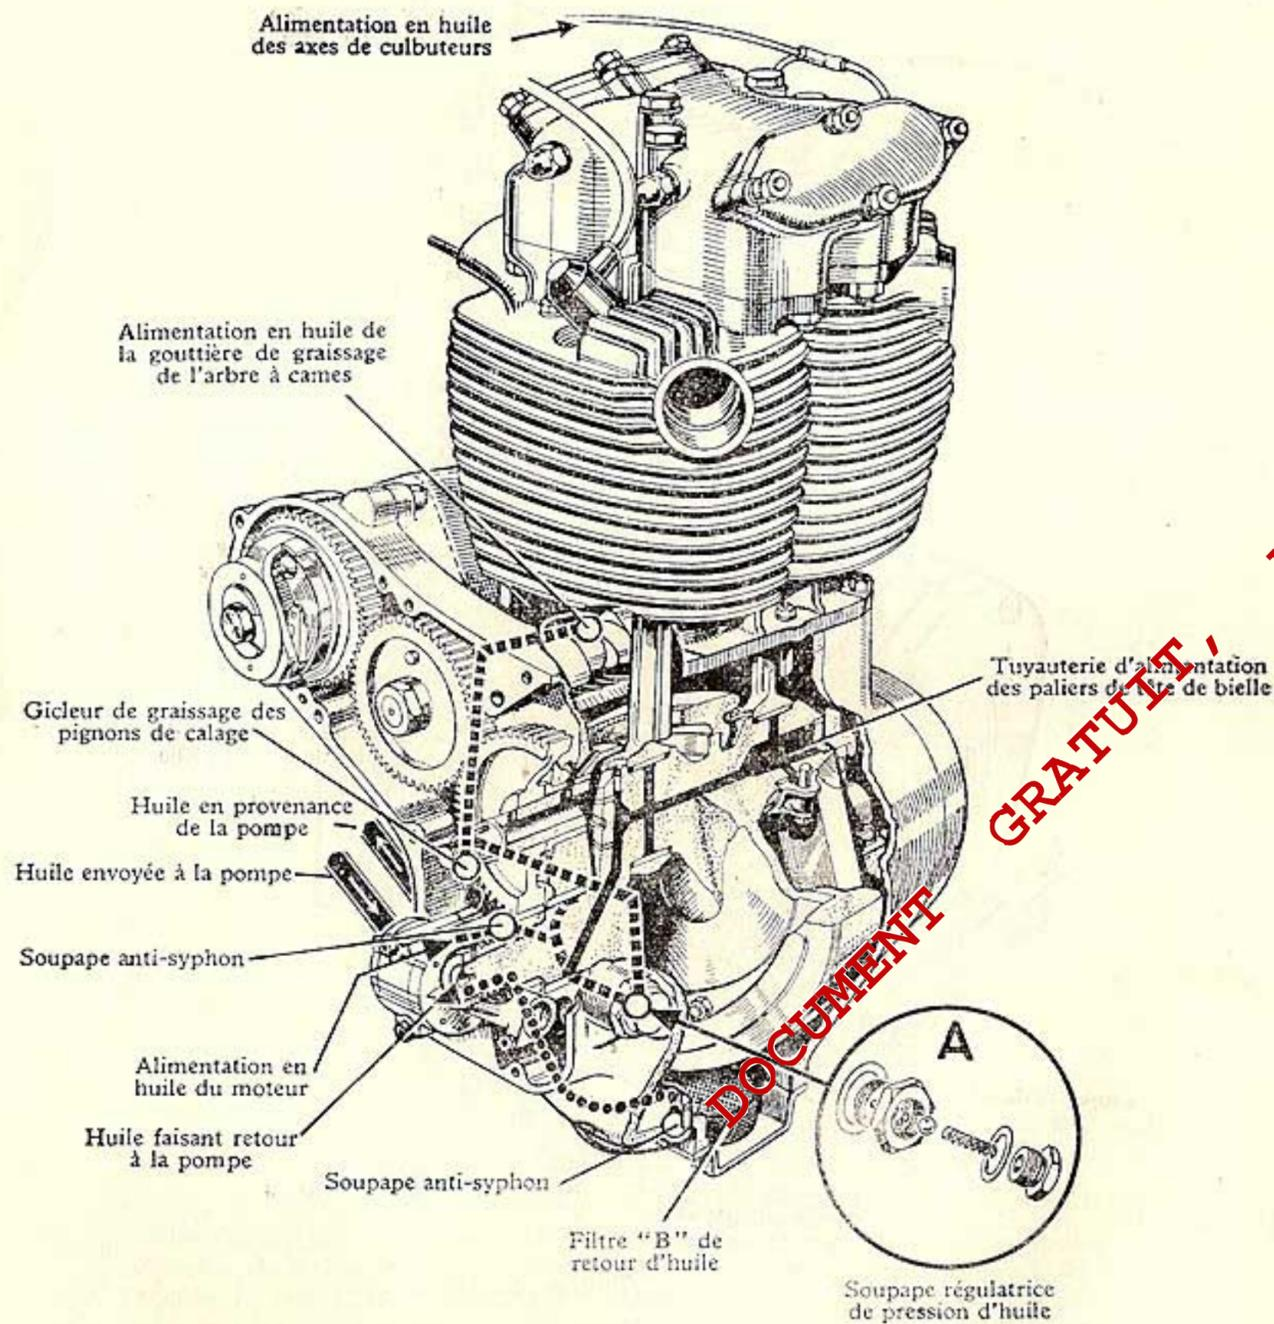

FIGURE 2. Graissage du moteur
Une soupape de by-pass est montée entre l'extrémité côté "décharge" de la pompe et le palier de tête de bielle. Cette soupape est réglée pour contrôler la pression régnant dans le dispositif d'alimentation d'huile ; elle doit être examinée périodiquement (tous les 1500 kilomètres par exemple) de manière à s'assurer qu'elle fonctionne librement et qu'aucun corps étranger ne l'empêche de se déplacer. Cette soupape est représentée en détail sur la vue "A" de la figure 2 ; si l'on démonte la soupape, toutes les pièces doivent être rincées parfaitement à l'essence avant d'être remontées.
Déposer la soupape et s'assurer qu'elle est propre ; procéder comme l'indique la page (9) et comme le montre le détail A de la figure 2.